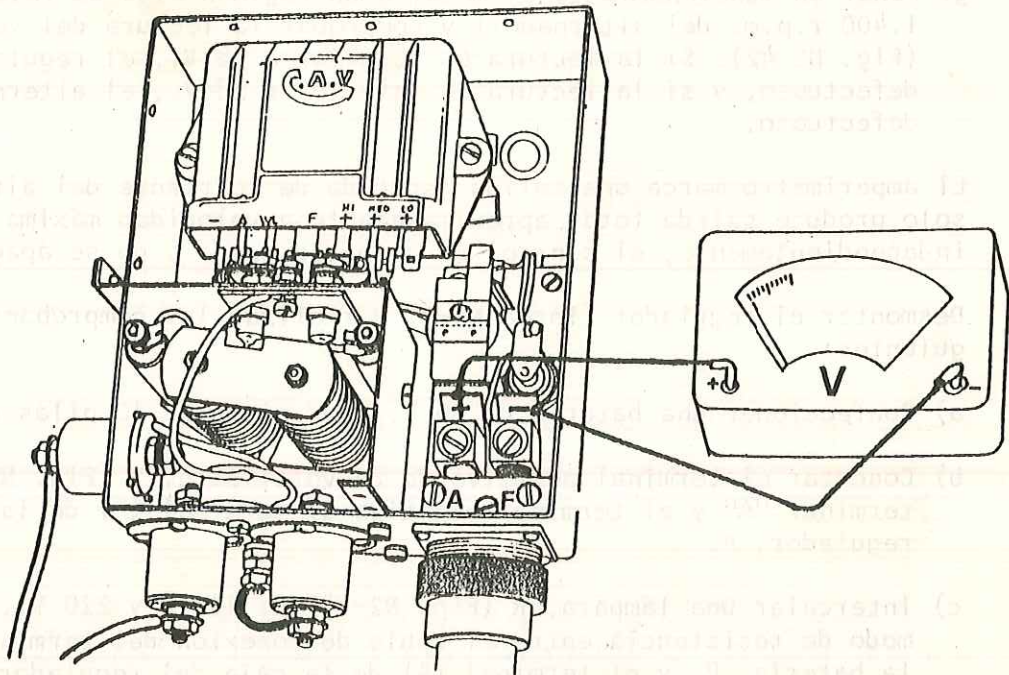

Fig. N2-42 Comprobación del regulador
- Conectar el voltímetro a los terminales positivo y negativo de entrada en la caja del regulador (Fig. N2-42).
- g) Poner en funcionamiento el motor a un régimen alto de ralentí (1.400 r.p.m. del alternador) y comprobar la lectura del voltímetro - (Fig. N2-42). Si la lectura es superior a 28 V., el regulador está defectuoso, y si la lectura es inferior a 28 V., el alternador está defectuoso.